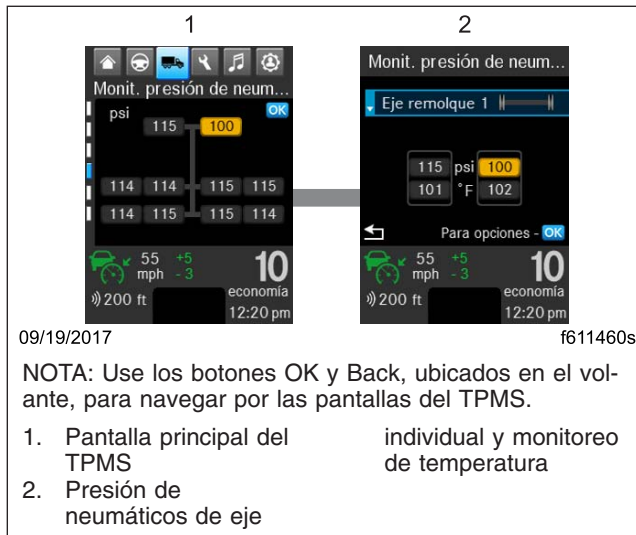

Figura 3.18, Pantallas del sistema de monitoreo de presión de neumáticos (TPMS)
4. sistema de monitoreo de neumáticos (TPMS), configuraciones, y aprendizaje de sensores (vea la **Figura 3.18**)